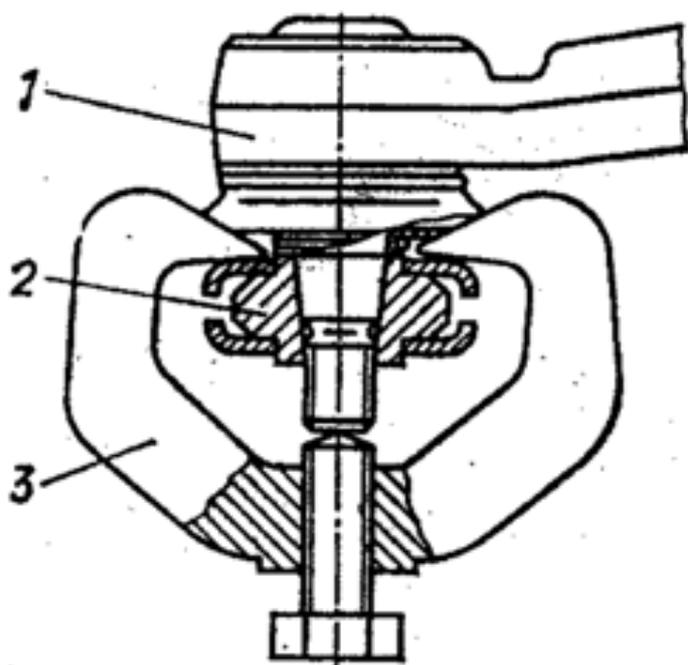

Рис. 190. Выпрессовка пальца рулевой тяги: 1 - шарнир рулевой тяги; 2 - кронштейн стойки передней подвески; 3 - съемник.
1. Расшплинтуйте и отверните гайку крепления шарового шарнира рулевой тяги к поворотному рычагу стойки передней подвески (рис. 178). Введите между наконечником и поворотным рычагом съёмник, как показано на рис. 190, выпрессуйте шаровой палец из поворотного рычага. Таким же путем выпрессуйте шаровой палец со второй стороны подвески;